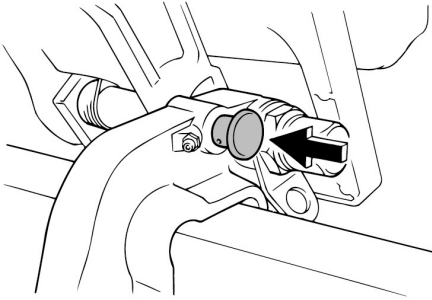

Рис. 36 Фиксатор наклона
4. Для фиксации подвесного лодочного мотора в крайнем верхнем положении нажмите на фиксатор наклона и задвиньте его в корпус кронштейна крепления (Рис. 36). Затем осторожно опустите мотор на фиксатор. Мотор должен остаться в поднятом положении.